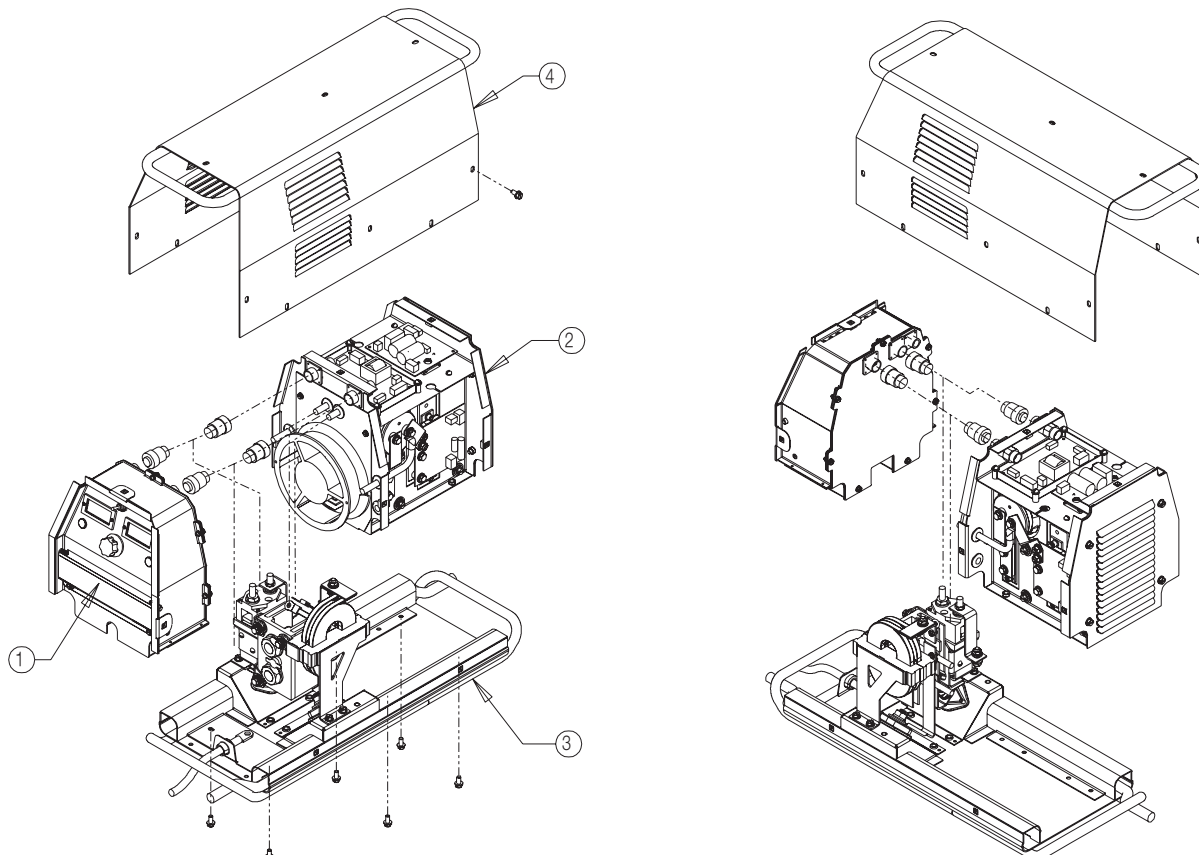

Figura 5
Si alguna vez es necesaria la calibración de algún medidor digital, se proporcionan condensadores de ajuste de calibración de medidores en la tarjeta de PC de Control de Soldadura dentro del Módulo de Control (vea la Figura 5). La calibración debe hacerse con una carga de corriente de salida, para que los medidores muestren en pantalla los valores Reales (no los Preestablecidos). Se recomienda que los niveles de calibración correspondan a los valores de la placa de capacidades, para una mejor exactitud, y se comparen con medidores "maestros" con una exactitud mayor del 2%.
La Figura 5 anterior muestra los tres módulos de ensamble del Convertidor que están protegidos con la Cubierta del Gabinete (elemento (4)):